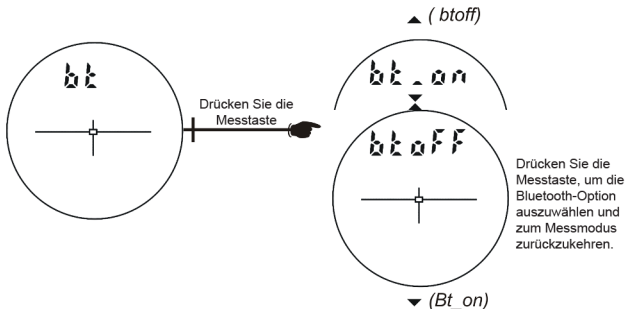

Abbildung 12
2. Drücken Sie , um die Option „bt“ anzuzeigen, wie in Abbildung 12 unten dargestellt.